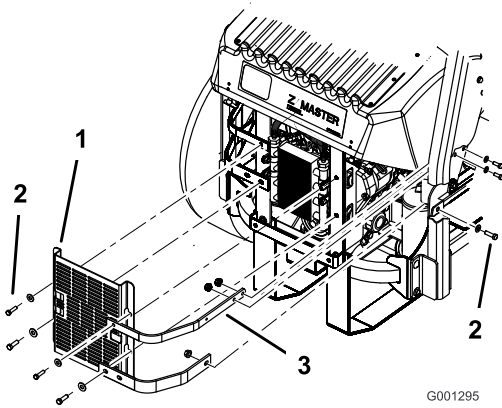

Bild 66
- Nehmen Sie die drei Schrauben ab, mit denen die Motorriemen seitlich an der Maschine befestigt sind (Bild 66).
- Montieren Sie die Öl Kühlerabdeckung und die Motorriemen mit den vier vorher entfernten Schrauben am hinteren Rahmen (Bild 66).
- Montieren Sie die Motorriemen seitlich an der Maschine (Bild 66).